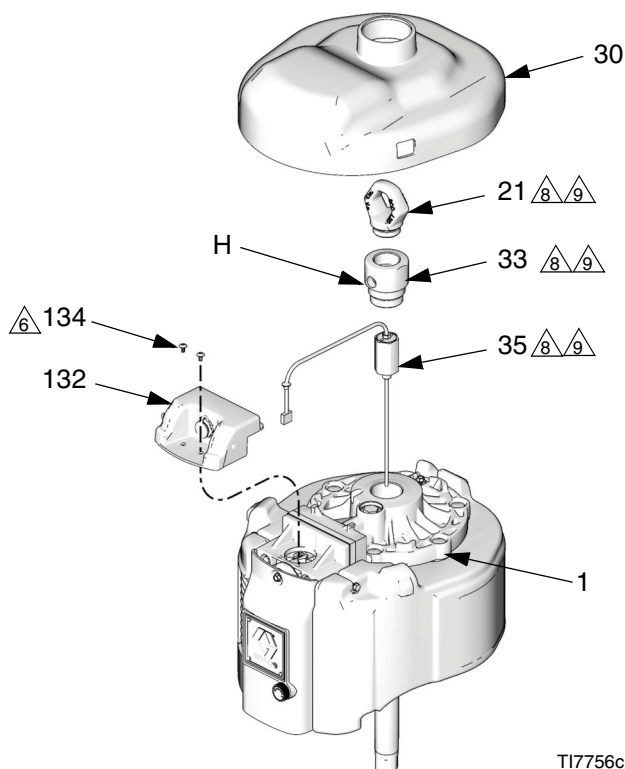

**FIG. 15. Sensorens kabeltilkobling**
- a. **DataTrak Modeller:** Skru ut de to skruene (135). Ta DataTrak-modulen (131) forsiktig ut, se side 14. Koble rusningsspole- og sensorkablene fra modulkortet. Skru ut de to skruene (134) og skyv huset (132) forsiktig vekk fra luftventilen.
- b. **Modeller med lineær sensor:** Skru ut skruene (134) og skyv huset (132) forsiktig vekk fra luftventilen. Frakoble sensorkabelen fra kretskortet. Se FIG. 15 på side 27.
10. Sett lyddemperen (15) på igjen. Stram skruene (43) helt inn mot lyddemperen.
11. Sett det ytre ventildekselet (47) tilbake på plass.
- a. **DataTrak Modeller:** Skyv huset (132) forsiktig over luftventilen. Skru skruene (134) inn for hånd, trekk deretter til med et moment på 11,3 N•m (100 in-lb). Sett spole- og sensor-kablene tilbake på plass på DataTrak-modulen (131). se side 14. Skyv modulen forsiktig tilbake på plass i huset (132). Sett de to skruene tilbake på plass (135).
- b. **Modeller med lineær sensor:** Koble sensorkabelen til kretskortet. Se FIG. 15, side 27. Skyv huset (132) forsiktig over luftventilen. Skru skruene (134) inn for hånd, trekk deretter til med et moment på 11,3 N•m (100 in-lb).
13. Sett toppdekselet tilbake på plass (30).
5. Skru ut skruene (134) og skyv huset (132) forsiktig vekk fra luftventilen. Frakoble sensorkabelen fra kretskortet. Se FIG. 15.
6. Før kablen tilbake gjennom hullet (H) på siden av adapteren (33) og trekk den ut av toppen på adapteren.
7. Skru løs adapteren (33) og sensoren (35). Løft sensoren rett opp og ut av løftmotoren.
8. Smør gjengelim på det nye sensorhuset. Skru sensoren (35) inn i topplokket (1). Trekk til med et moment på 40,6-48,8 N•m (30-36 ft-lb).
9. Smør gjengelim på adapteren (33). Før sensorkabelen rett opp og ut av toppen på adapteren, skru deretter adapteren inn i topplokket (1). Trekk til med et moment på 40,6-48,8 N•m (30-36 ft-lb).
10. Før sensorkabelen gjennom hullet (H) på siden av adapteren og koble den til kretskortet igjen. Se FIG. 15, side 27. Skyv huset (132) forsiktig over luftventilen. Skru skruene (134) inn for hånd, trekk deretter til med et moment på 11,3 N•m (100 in-lb).
11. Smør gjengelim på løfteringen (21). Hold adapteren (33) med en skrunøkkel for å forhindre at den snurrer, og trekk til løfteringen med et moment på 40,6-48,8 N•m (30-36 ft-lb).
12. Sett toppdekslet tilbake på plass (30).